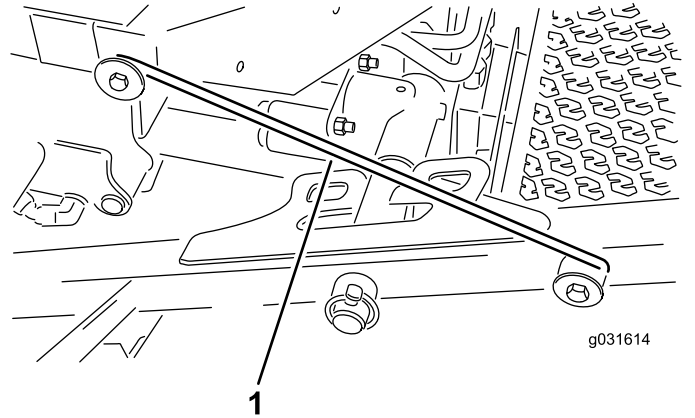

図 31
4. 前側キャリアフレームリテーナからラッチのロッドを外す **図 31**。
5. 前刈り込みデッキの外側を持ち上げ、運転台前部のフレームについているピンにラッチを掛ける **図 31**。